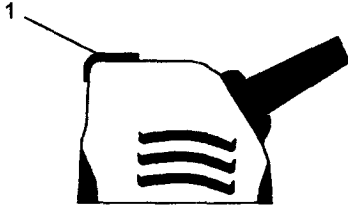

Fig. 1
Esta sierra está equipada con un interruptor deslizante de ENCENDIDO/APAGADO (1) ubicado a un costado de la herramienta (ver la fig. 1).